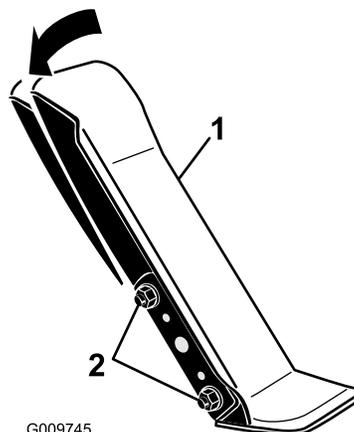

Рисунок 92
1. Ослабьте две гайки и болты крепления левой стороны педали тяги к кронштейну (Рисунок 92).
2. Поверните педаль под требуемым рабочим углом и затяните гайки (Рисунок 92).